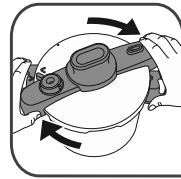

fig. 3
- Gire la tapa en sentido horario hasta el stop - Fig. 3 hasta escuchar un sonido de CLIC.